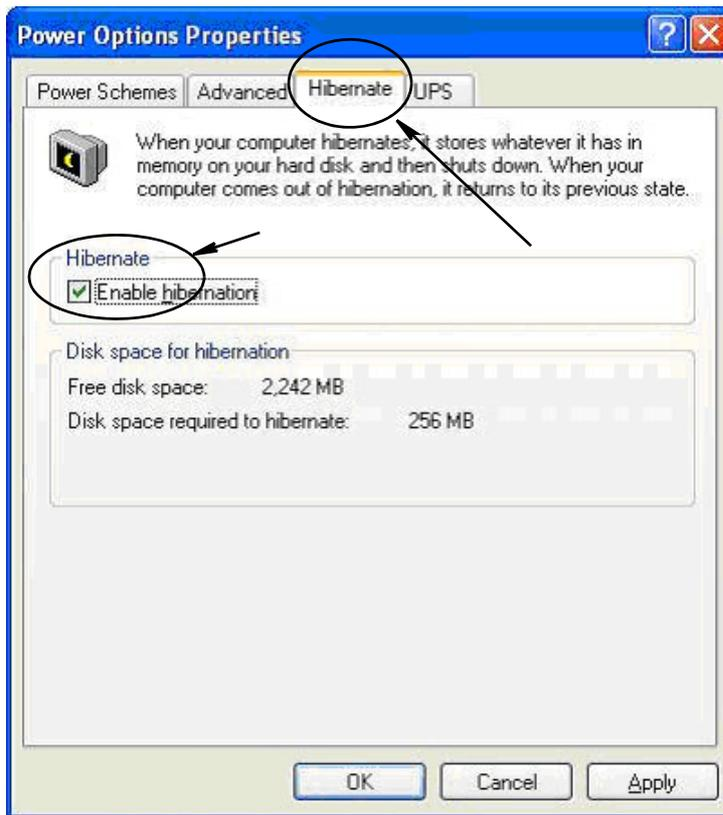

FIG. 31
3. Selezionare la scheda Ibernazione. Disattivare l'ibernazione cancellando (deselezionando) la casella di controllo Attiva ibernazione. Fare clic su Applica e su OK per chiudere tutte le finestre (FIG. 31) e salvare le modifiche.